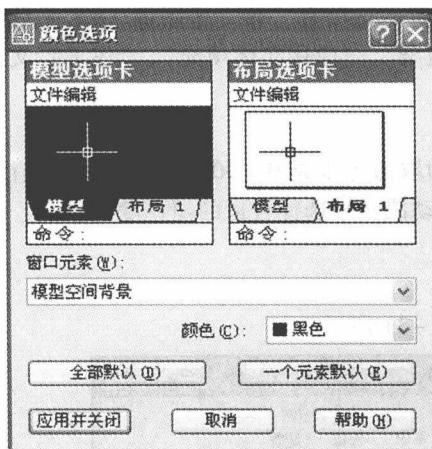

图 1-9 “颜色选项”对话框
- 颜色 (C) 按钮，单击该按钮，打开如图 1-9 所示的“颜色选项”对话框，改变背景颜色。